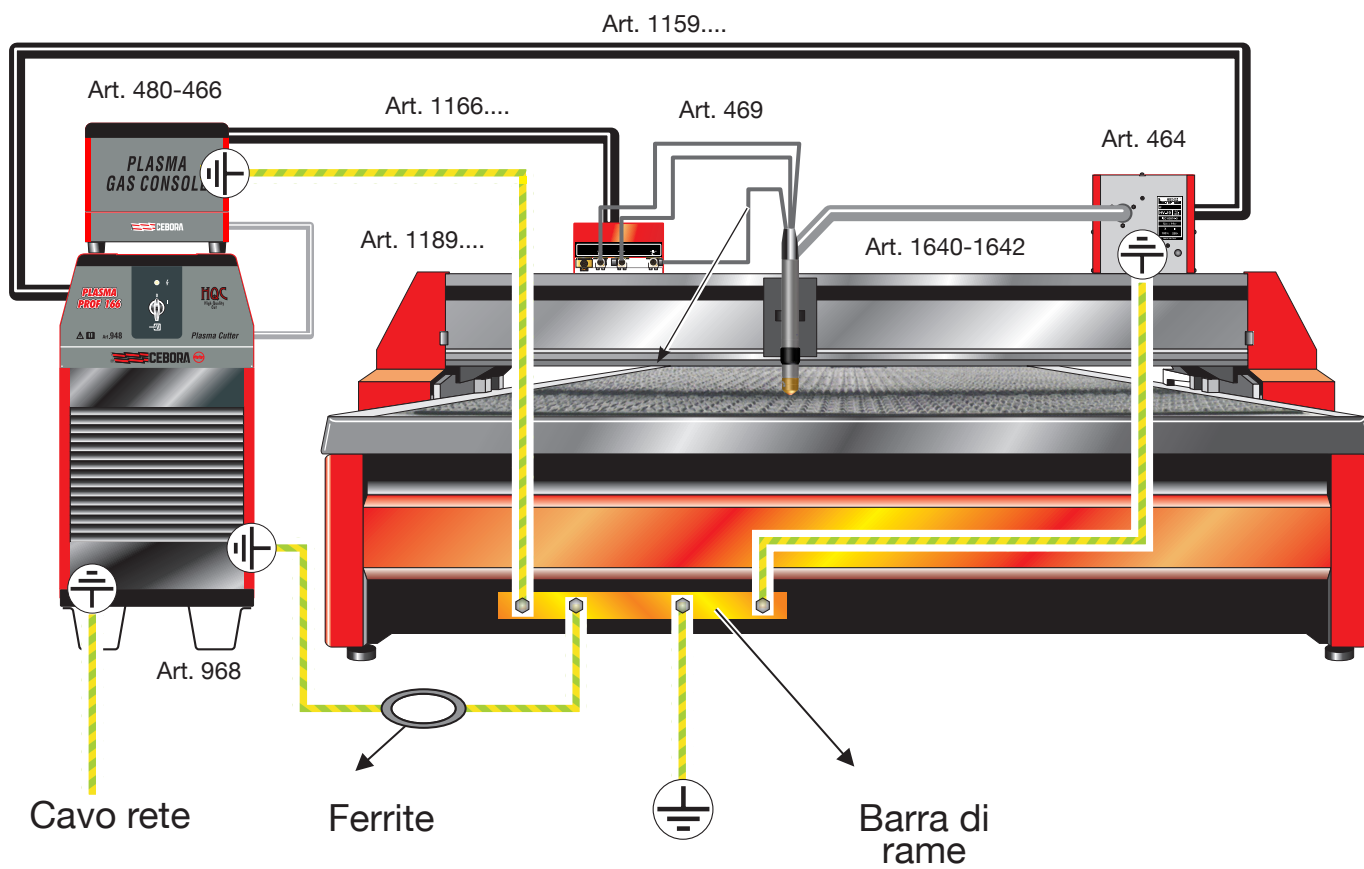

Fig. 24
Verificare inoltre, periodicamente, la messa a terra dell'impianto. In particolare, seguendo lo schema di fig.24, controllare che ogni cavo sia ben serrato tra vite e dado relativi.
5.2 Schema di messa a terra dell'impianto (Fig. 24)